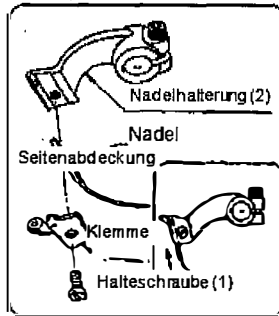

Abb. 8
Drehen Sie das Rad im Uhrzeigersinn, bis sich die Nadel in der äußersten Position links befindet. Lösen Sie die Halteschrauben (1) und ziehen Sie die Nadel heraus. Schieben Sie in die Halterung (2) eine neue Nadel und drücken Sie sie so weit es geht nach links rein. Anschließend ziehen Sie die Halteschraube der Nadel (1) fest. Achtung: In der Abbildung 8 werden die zerlegte Nadelhalterung sowie ihre Teile dargestellt.